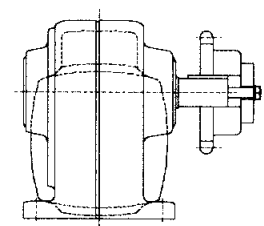

図3 スプロケット取付方法
- (4) スプロケット、カップリングなどの穴公差はH8程度とし、出力軸軸端ネジ穴を利用して、スムーズに取り付けてください。図3参照。